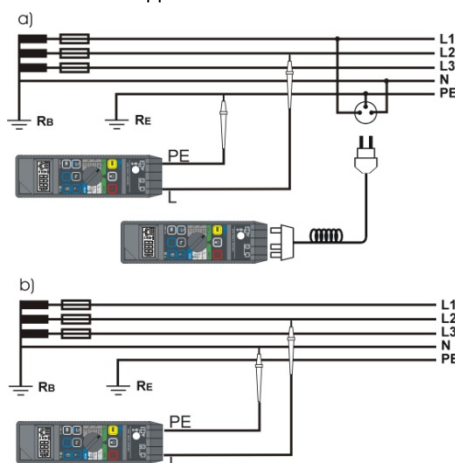

Рис.8. Подключение измерителя к электрической цепи в процессе измерения петли короткого замыкания
- подключить прибор к электрической сети в соответствии с Рис.8а или 8b, в зависимости от вида цепи, которую необходимо измерить: **L-PE** или **L-N**;